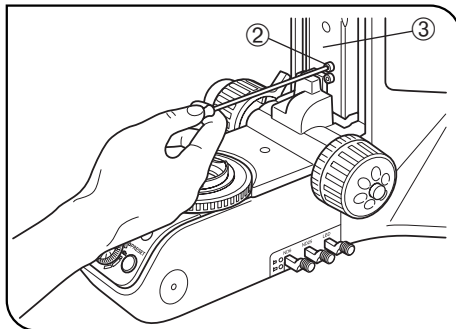

Fig. 16
3. Vrid på grovjusteringsvredet och höj fokuseringsblocket ③ till punkten där stoppskruven ② blir synlig i armen. (Fig. 16)
4. Med insexnyckeln lossar och avlägsnar man den övre stoppskruven ②.